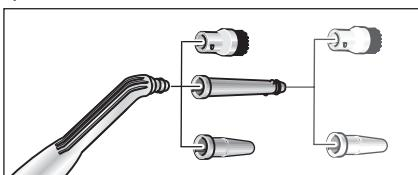

Fig. 6: Prelungitoarele pentru duza punctiformă
- Pentru mărirea performanțelor de curățare, în timpul lucrului cu duza punctiformă (D1), puteți să utilizați această duză în combinație cu prelungitorul (D2), cu peria cilindrică (D3) sau cu duza de forță (D4) (vezi fig. 6).